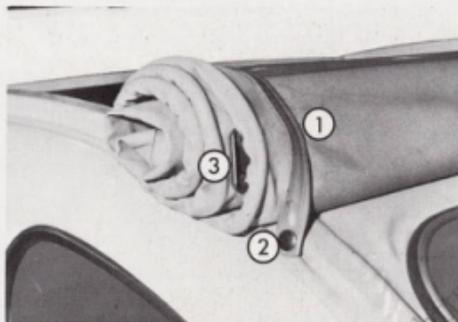

Fig. 29 - Ouverture totale de la capote
- La rouler jusqu'à la lunette arrière, la fixer avec les sangles (Fig. 29, Rep. 1) aux boutons pressions (Rep. 2).